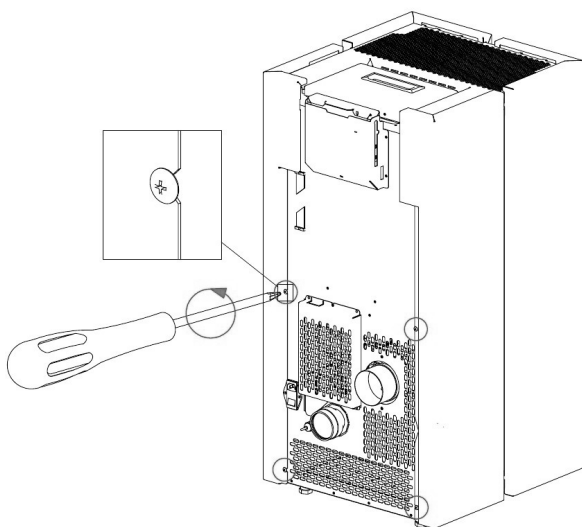

Fig. 56 - Retirer les vis
- Dévisser les 4 vis arrière (voir **Fig. 56**).